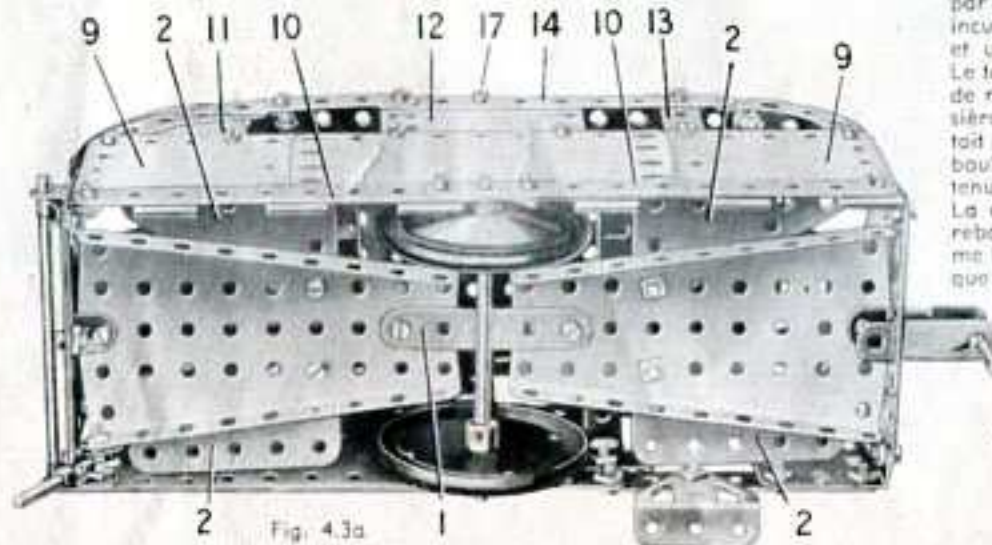

Fig. 4.3a
Deux plaques flexibles triangulaires de 6×4 cm, (2) sont boulonnées sur chaque plaque-secteur. Le côté du modèle qui apparaît sur la vue générale est constitué par une plaque flexible de 14×6 cm, et une de $11,5 \times 6$ cm, qui se recouvrent sur 7 trous, ainsi que par une plaque flexible de 6×4 cm. Les plaques sont boulonnées sur deux bandes de 11 trous (3) qui se recouvrent sur trois trous. Le bord supérieur de ce côté est constitué par une bande de 11 trous (4) prolongée par une bande de 5 trous qui la recouvre sur trois trous; la bande ainsi obtenue est reliée aux plaques flexibles de chaque extrémité par une bande incurvée épaulée. Les châssis des fenêtres sont constitués par une bande de 5 trous (5), une bande coudée de 60×12 mm, (6), une plaque à rebords de 38×63 mm, (7) et une plaque semi-circulaire (8). Sur un côté de la porte, une rampe est formée d'une tringle de 5 cm, tenue dans des raccords de tringle et bande à angle droit. Le côté qui apparaît sur la figure 4.3a est constitué par les deux moitiés (9) d'une plaque à charnière boulonnées sur une plaque flexible de $11,5 \times 6$ cm, et sur deux bandes de 11 trous (10) qui se recouvrent sur trois trous. Les châssis des fenêtres sont constitués par une plaque semi-circulaire (11), une plaque flexible de 6×6 cm, (12) et une bande coudée de 60×12 mm, (13). Le rebord supérieur du toit est une bande (14) composée d'une bande de 11 trous et d'une de 5 trous qui se recouvrent sur trois trous; les extrémités sont des bandes incurvées épaulées. Les côtés sont réunis à chaque extrémité par une bande de 7 trous (15) fixée sur des équerres. Une extrémité consiste en une plaque flexible de 6×6 cm, et une de 6×4 cm, et l'autre en deux plaques flexibles de 6×6 cm. Les fenêtres des extrémités incurvées sont formées par des bandes cintrées à glissières boulonnées sur les plaques flexibles; chaque bande cintrée est prolongée par une bande de 5 trous boulonnée sur
La carrosserie est fixée sur les plaques-secteur à rebords par une équerre et un support double comme le montre la figure 4.3a. Le dispositif de remorque est une chape munie d'une tringle de 5 cm, qui sert également de support à une des extrémités de la caravane. A l'autre extrémité, le support est une tringle de 2,5 cm, tenue dans un raccord de tringle et bande boulonné par contre-écrous sur l'une des plaques-secteur à rebords.